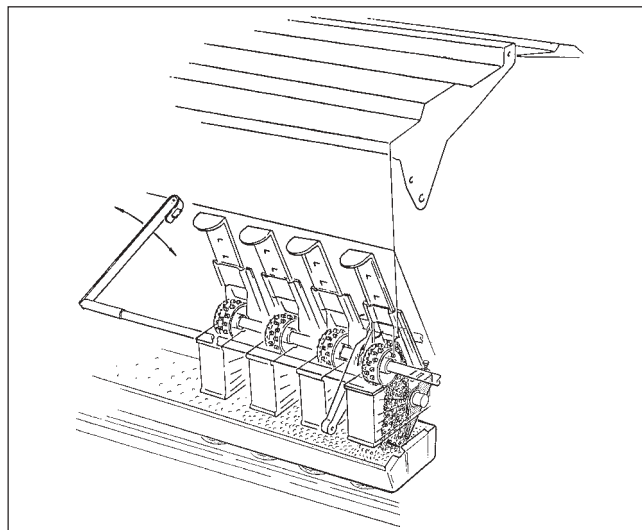

Рис. 6.8
- Все заслонки высевающего аппарата (Рис. 6.8/3) выдвинуть вверх, а регулировочный рычаг клапана высевной коробки (Рис. 6.8/2) продвинуть вниз через храповик. Если лотки заполнятся, закройте клапаны высевных коробок (Рис. 6.8/1) при помощи регулировочного рычага высевной коробки (Рис. 6.8/2) и разгрузите лотки. Этот процесс повторять до тех пор, пока семенной ящик не будет полностью свободен.